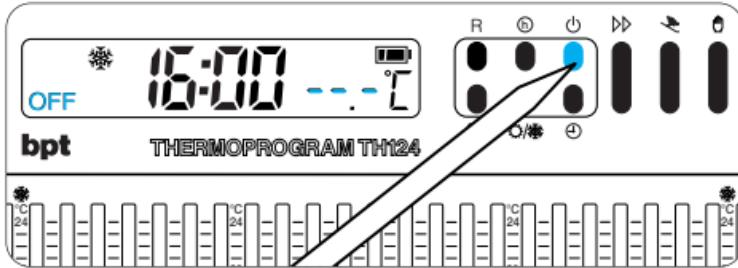

Fig. 38
12.1 - Premere il pulsante ⌂ (fig. 38).
13.1 - Premere il pulsante (fig. 38).